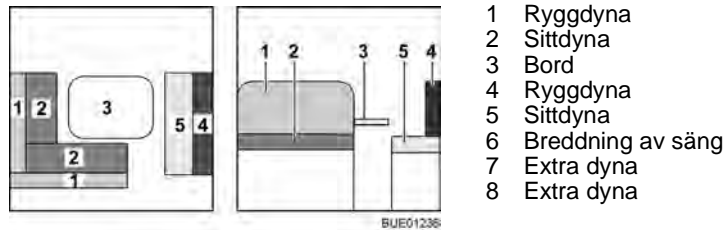

Bild 91 Före ombyggnaden
- Bygg om bordet (Bild 91,3) till sängbotten (se avsnitt 6.11).
- Tag bort ryggdynorna (Bild 91,1) från L-sittbänken och lägg dem åt sidan.
- Tag bort ryggdynan (Bild 91,4) från den långsgående sittbänken och lägg den åt sidan.